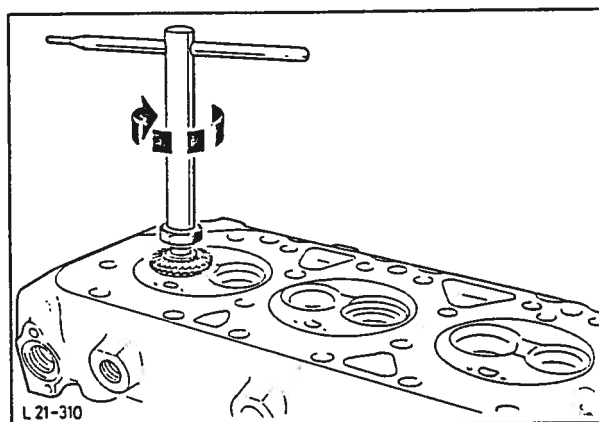
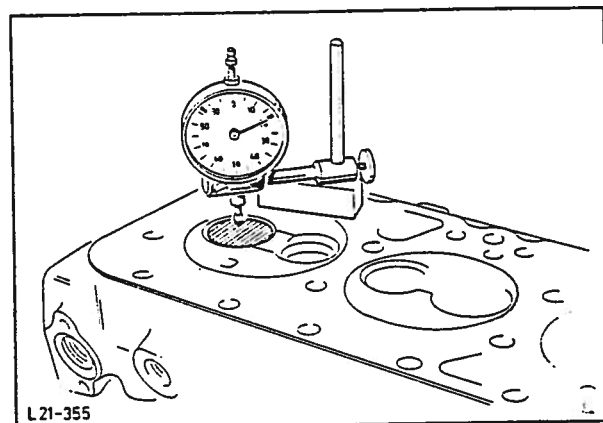

Fig. 137 Fresing av ventilsete.
Fig. 138 Måling av ventilens dybde i topplokket.
1. Fres ventilsetet med en vanlig setefres, fig. 137. Fres deretter ventilsetet på nytt for å oppnå riktig bredde med korrekt fres og mål ventilhodets dybde under topplokkets flate, fig. 138.